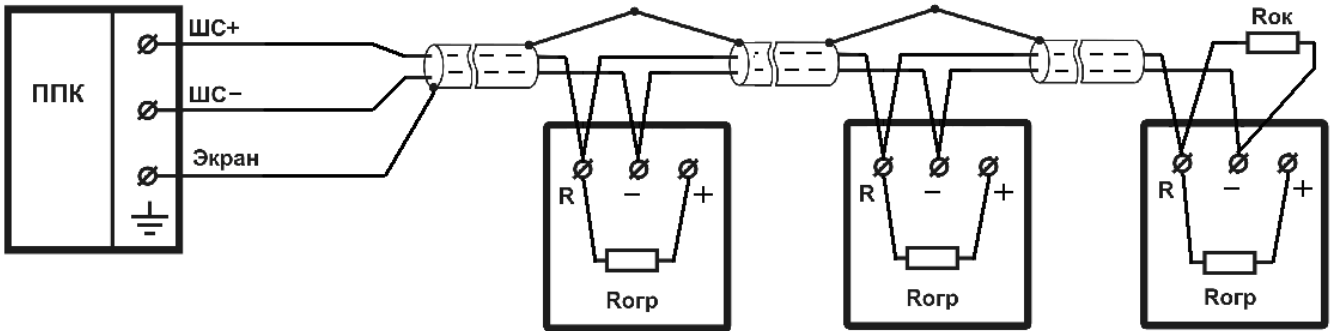

Рис. 3
5.5 Схемы подключения извещателя к различным типам ШС приведены на рис.3- рис. 7.
6.4 Подключить ШС к извещателю согласно рис. 3 - рис. 7. Затянуть винты. Проверить надежность соединения. Закрывать крышку извещателя, совместив метки на основании и на крышке. Провернуть крышку относительно основания, по ходу часовой стрелки до упора.